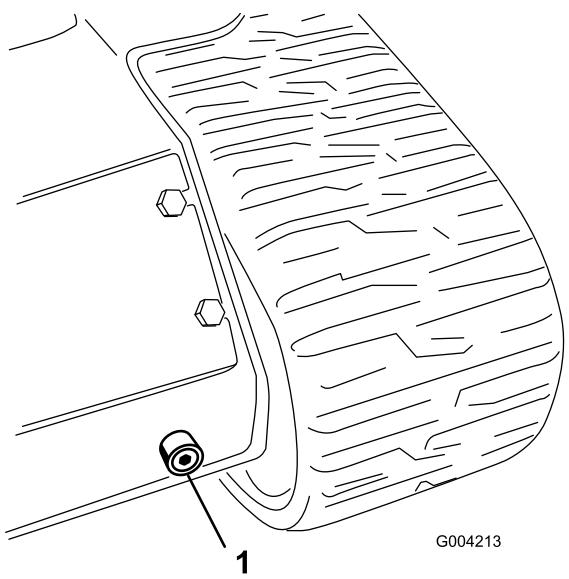

Рисунок 63
6. Разместите большой сливной поддон (вместимостью 57 литров) под сливной пробкой в передней части машины (Рисунок 63).
7. Снимите сливную пробку и дайте маслу стечь в поддон (Рисунок 63).